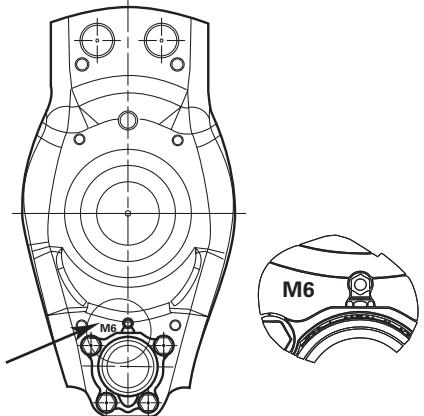

Figura 6.18
- Para fines de identificación, los modelos de ejes de 5 pulgadas y MTec6 (de 6 pulgadas) que han sido fabricados después de "Marzo-2018" llevan grabado "M6" en la superficie interna de la araña, cerca del tapón de punto de engrasado del retenedor de leva. El nuevo protector contra el polvo de dos piezas solo puede instalarse en estos ejes. Figura 6.18.